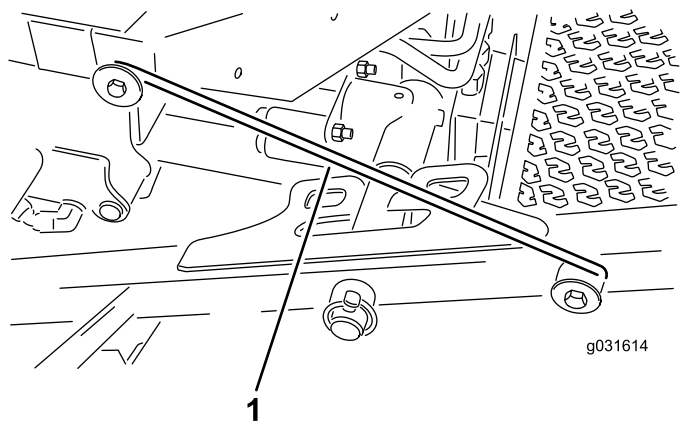

Figura 27
4. Suelte la varilla de bloqueo del retén del bastidor de tiro delantero (Figura 27).
5. Eleve la parte exterior de las unidades de corte delanteras y coloque el enganche sobre el pasador del bastidor montado en la parte frontal de la plataforma del operador (Figura 27).